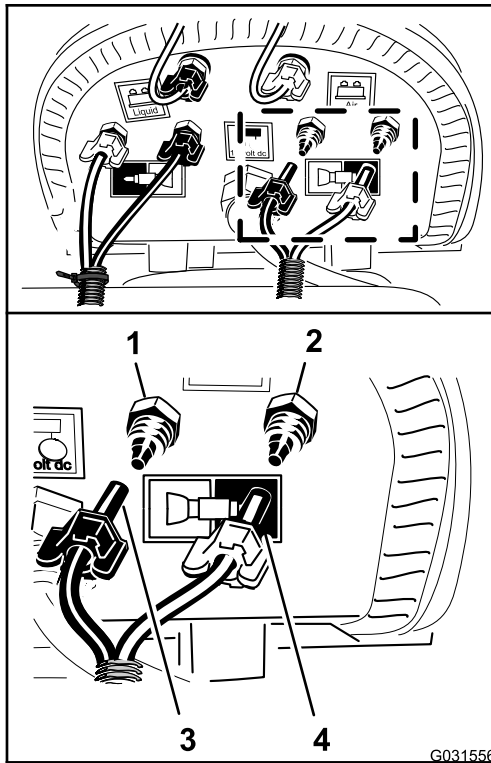

Bild 146
- Schließen Sie den nicht beschrifteten Schlauch (kein Kabelbinder) an; fluchten Sie hierfür den blauen Schlauch für den linken Sprühabschnitt auf dem Druckanschlussstück für den Wasserkreislauf für den linken Sprühabschnitt aus (Bild 146).
6. Befestigen Sie die Druckmutter für den Schlauch auf dem Anschlussstück und ziehen die Mutter mit der Hand an (Bild 146).
7. Fluchten Sie den durchsichtigen Schlauch für den linken Sprühabschnitt auf dem Druckanschlussstück für den Luftkreislauf für den linken Sprühabschnitt aus (Bild 146).
8. Befestigen Sie die Druckmutter für den Schlauch auf dem Anschlussstück und ziehen die Mutter mit der Hand an (Bild 146).